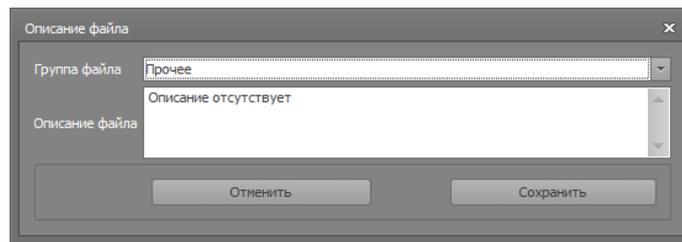

Рисунок 106
- Внесите изменения в открывшемся окне – **Описание файла** (рис.106)